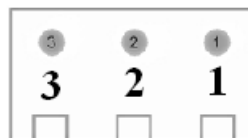

Рис. 3-18 Нумерация выводов интерфейса выходных сухих контактов (Dry Contact OUT 1...8)
На рис. 3-18 показана нумерация выводов разъёмов выходных сухих контактов (OUT 1...8) и ниже даны функции выводов.
- Функции выходных сухих контактов приведены в таблице выше. Через эти контакты ИБП выдаёт во вне информацию о режиме работы и об авариях. Каждый «сухой контакт» содержит (См Рис. 3-18) нормально разомкнутый (НР) и нормально замкнутый (НЗ) контакты, и пользователь может сам выбрать какой контакт НР или НЗ он будет использовать в зависимости от местных условий. Используйте Рис. 3-18 при подключении.